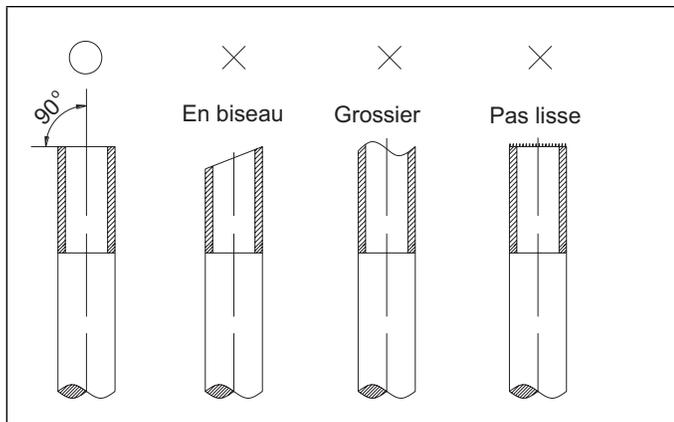

Figure 28. Coupe des conduites
4. Couper les conduites avec un coupe-tube. Les coupes doivent être plates et lisses comme illustrées à la «Figure 28. Coupe des conduites».